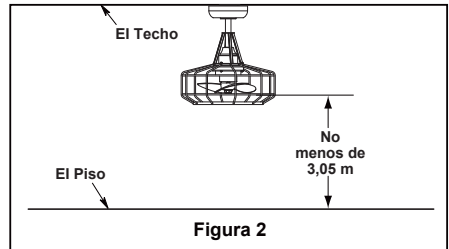

Figura 2
Uso de perfil profundo (Figura 2)
2. Retire el clip de horquilla y pasador de horquilla de la parte inferior de la bola para colgar. Retener el pasador y clip para la reinstalación en el paso 4. (Figura 2)
Debe colgar el ventilador a una distancia mínima de 3,05 m desde la ventilador de techo hasta el piso. (Figura 2)
Para evitar una posible descarga eléctrica, asegúrese de cortar la alimentación eléctrica de la caja de fusibles principal antes de alambrado el ventilador. (Figura 2)
- ☐ 2. Coloque y ajuste firmemente la cubierta para el tornillo de la base sobre los tornillos de reborde de la abrazadera para colgar mediante el mecanismo de seguro por giro del chavetero. (Figura 2)
- ☐ 2. Restaure la fuente de alimentación de la toma de corriente enciendo la electricidad del fusible principal. (Figura 2)